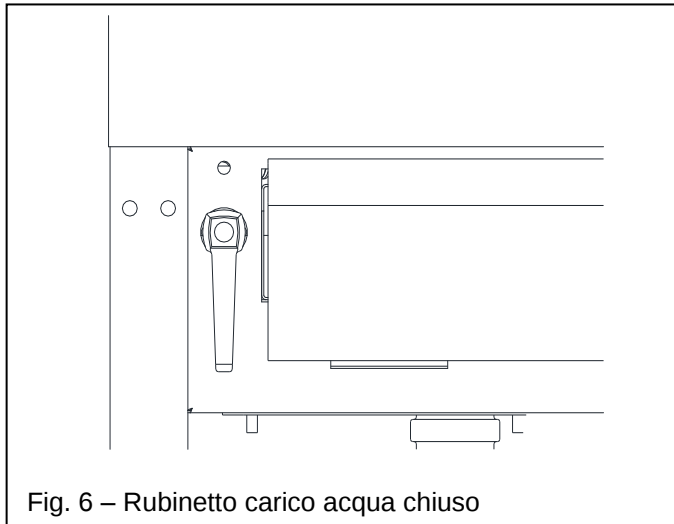

Fig. 6 – Rubinetto carico acqua chiuso
6.1 Apertura rubinetto carico acqua (Fig. 6 – 7)